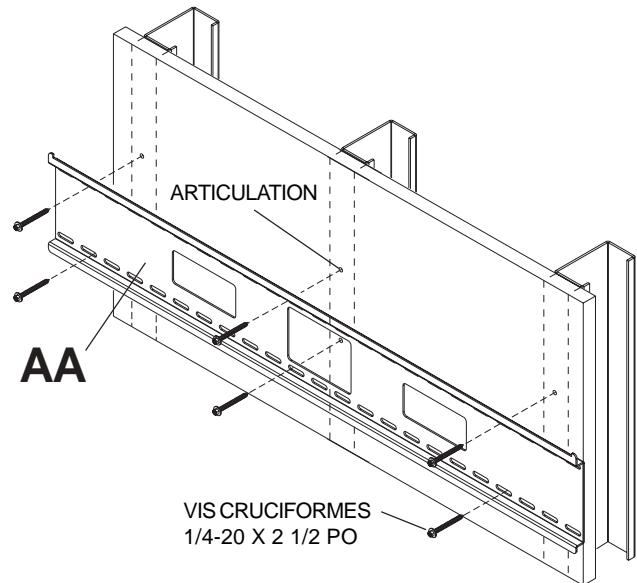

fig. 1.4
Fixez sans la serrer la monture (AA) sur le mur à l'aide de quatre vis 1/4-20 x 2 1/2 po, comme illustré à la figure 1.4. Mettez la monture de niveau, maintenez-la en place, puis serrez toutes les vis.